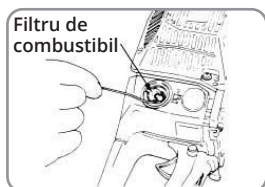

Fig. 18
- Folosind un cârlig de sârmă, scoateți filtrul prin orificiul de umplere (Fig. 18).